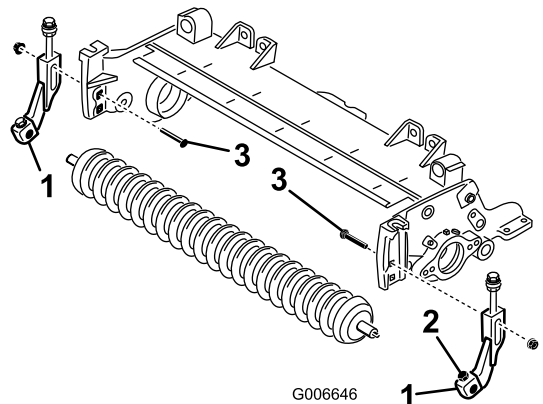

図 20
15. 5/16 x 1-1/8 in キャップスクリューと 5/16 in フランジヘッドロックナットを使用して、新しい左右刈高ブラケットを、既存の前ローラに取り付ける。刈高ブラケットは [図 20] のように組み付ける。
16. [図 20] を参考にして、先ほど外したキャリッジボルトと新しい 3/8 in フランジナットを使って、各サイドプレートの上側の四角穴に刈高ブラケットを仮止めする。
18. ローラがブラケットの中間にくるように調整し、キャップスクリューとロックナットでブラケットに固定する。 図 20。